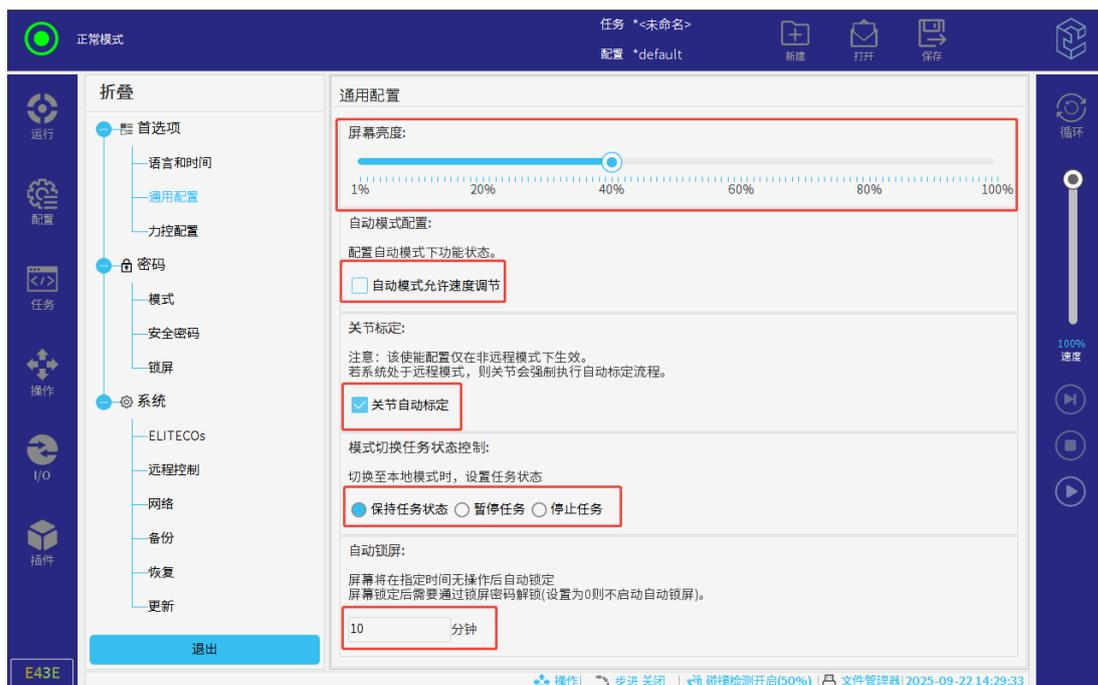

图 3-17: 通用配置
1. **调整屏幕亮度:** 滑动图 3-17中的比例轴，可调整屏幕亮度。
2. **自动模式配置:** 勾选图 3-17中的按钮，当系统处于自动模式下，可调节任务运行速度。
3. **关节标定:** 勾选图 3-17中的按钮，可进行关节自动标定。
4. **模式切换任务状态控制:** 勾选图 3-17中按钮，当切换模式时，系统将自动暂停任务的运行。